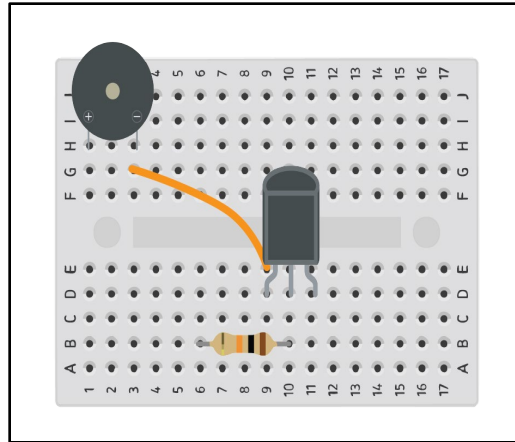

图 18：蜂鸣器、晶体管、晶体管和蜂鸣器之间的跳线以及电阻器的放置
- 按照图 18 所示，将蜂鸣器、三极管、10k 欧姆电阻以及跳线放置在微型实验板上。